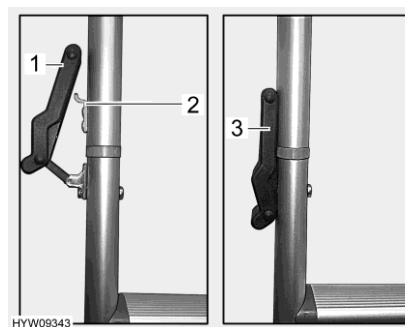

Fig. 50 Cierre (escalera de ascenso)
- En ambos lados, enganchar los sujetadores de goma (Fig. 50,1) en los ganchos (Fig. 50,2) y presionar hacia abajo. Asegurarse de que los sujetadores de goma (Fig. 50,3) estén en contacto firme con los largueros.
- Soltar los sujetadores de goma (Fig. 50,3).